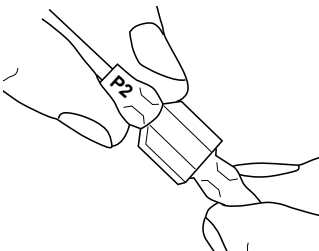

Figura 25 - Conexión de cables P2
8. Insertar el puerto macho, que está en el cable de suministro de energía negro (marcado con P2), en el puerto hembra correspondiente (marcado con P2) (consulte la figura 25).